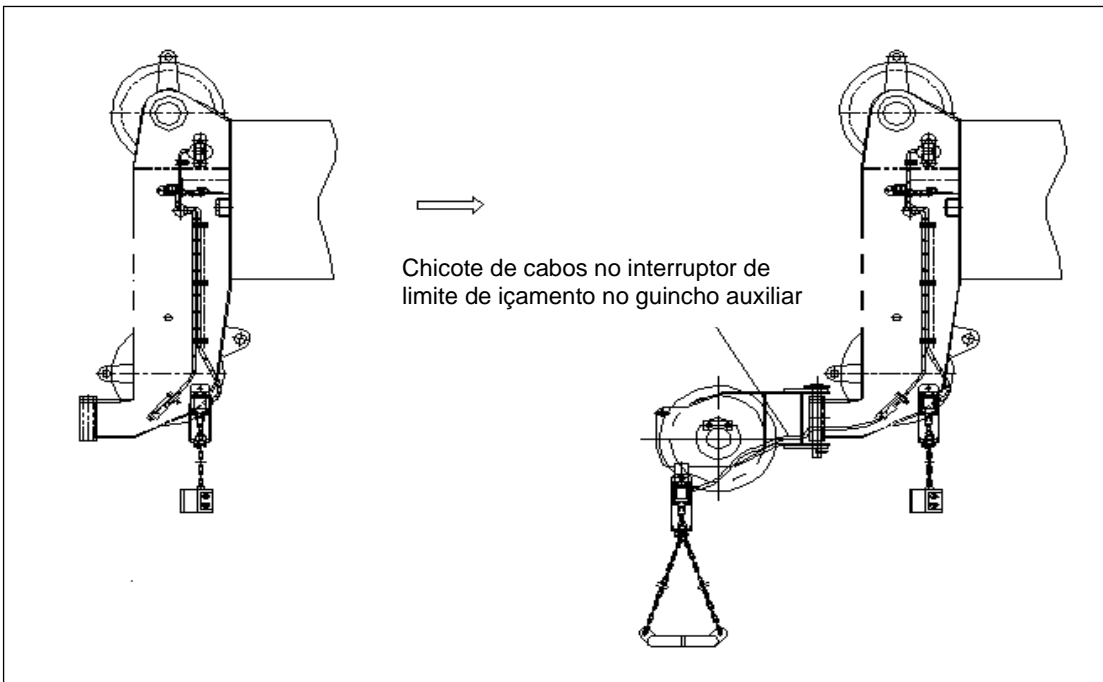

Figura 4-15 Instalação do interruptor de fim de curso de elevação na roldana de cabeça
- b) Quando a roldana de içamento auxiliar for usada (consulte a Figura 4-15):